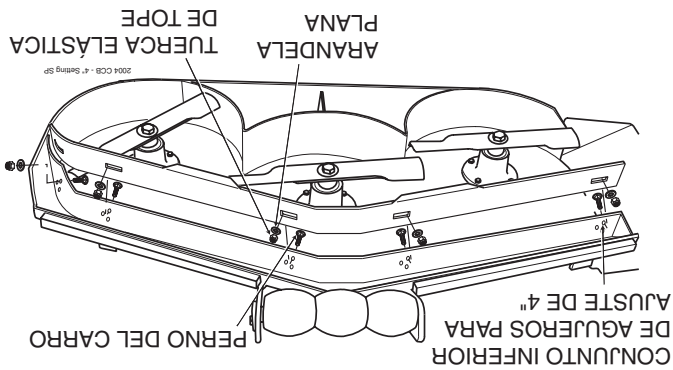

Figura 6-10. Posición 4" del deflector de corte personalizado
- C. Posición 4" - el deflector se instala usando el conjunto inferior de agujeros en el deflector frontal soldado dentro de la plataforma de corte. (Vea la Figura 6.10). La colocación del deflector en el ajuste de 4" mejorará el corte en otoño (recogida de hojas) y reducirá los "soplos" en la plataforma de corte.